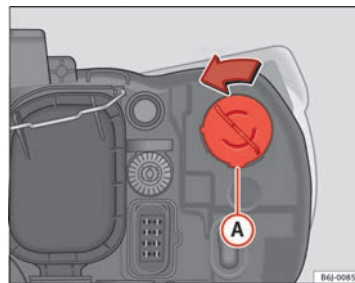

Fig. 163 Feu clignotant
- Tournez la douille d'ampoule ⇒ fig. 163 **A** vers la gauche puis tirez.